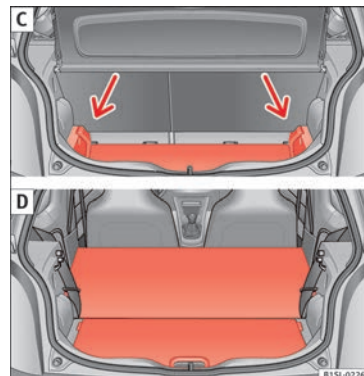

Fig. 139 C: ampliare il bagagliaio verso il basso. D: ampliare anteriormente il vano bagagli.
- Sollevare il piano del bagagliaio e spingerlo verso il basso nella guida » **fig. 139 C** (freccie).